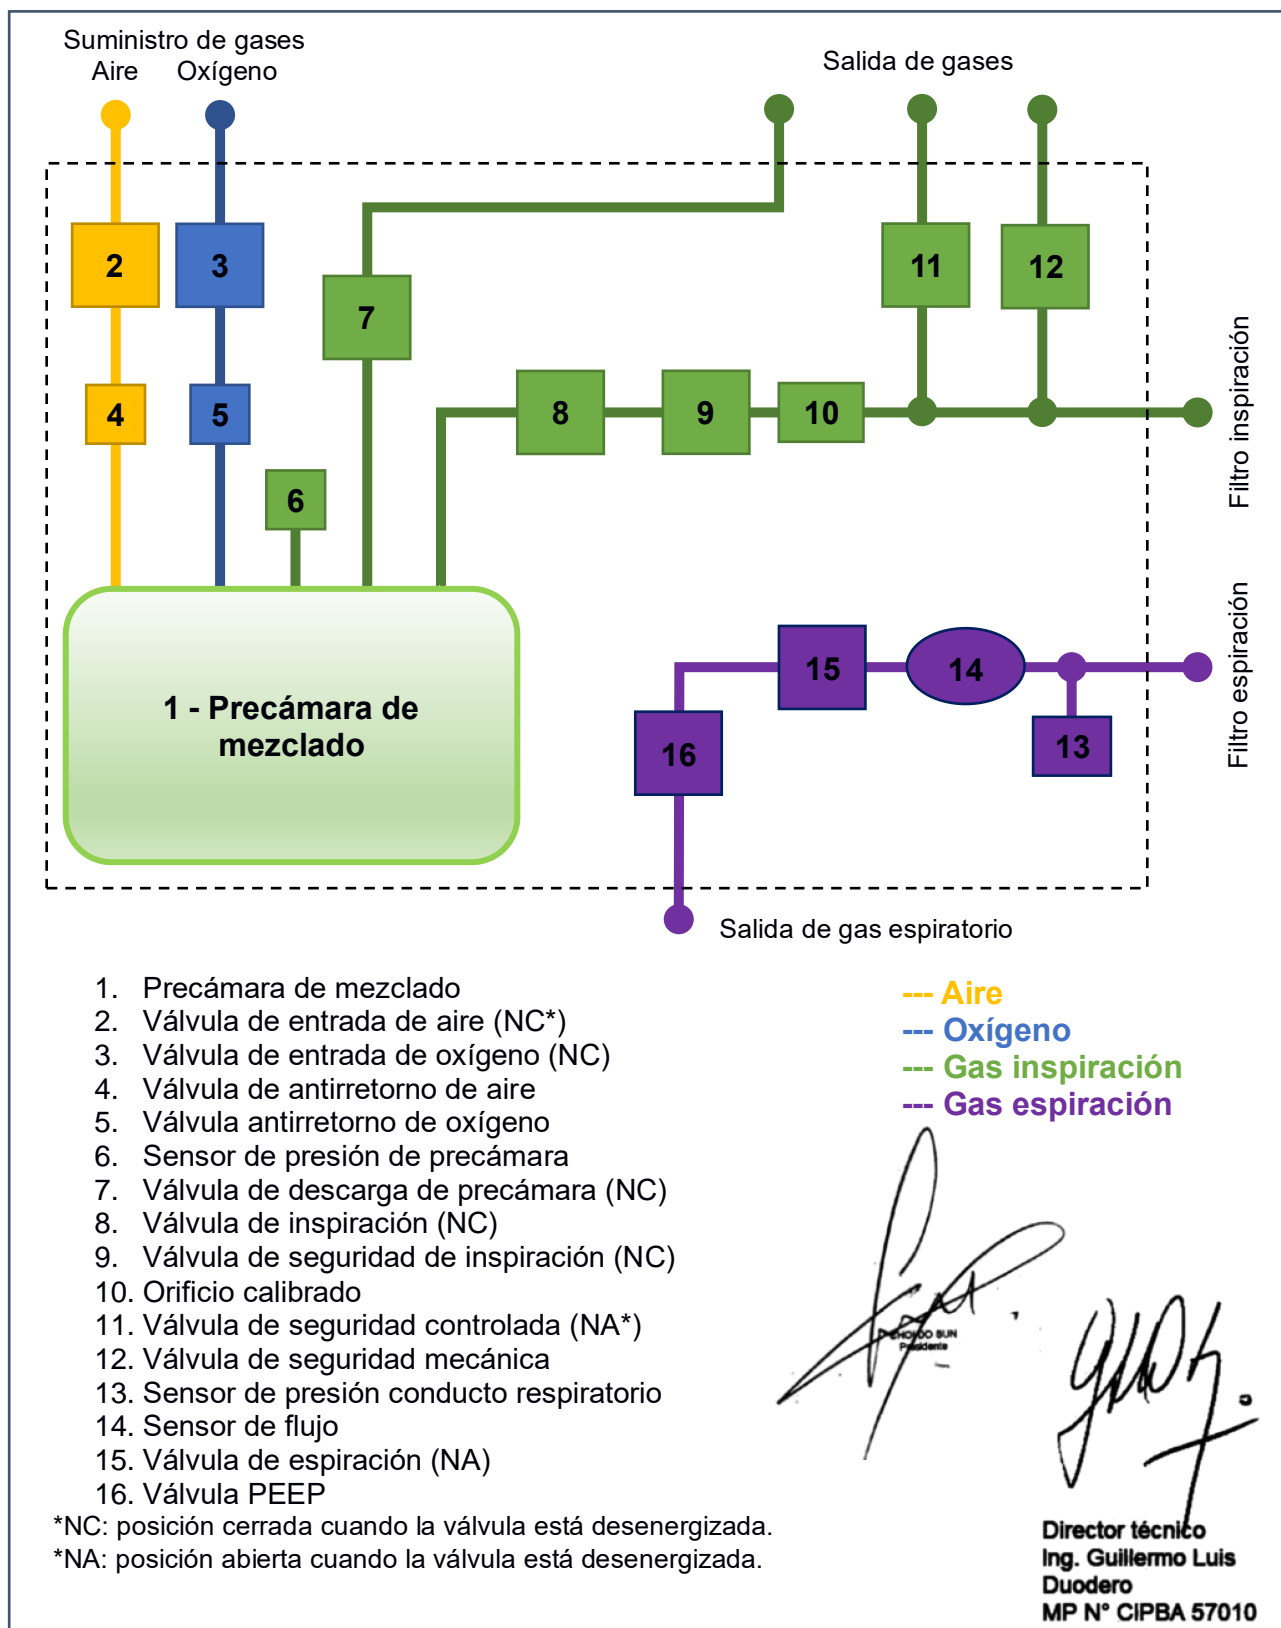

Figura 3. Diagrama del circuito neumático del equipo
Tal como se muestra en la Figura 3, el equipo posee una precámara de volumen constante (1) que se recarga con oxígeno y/o aire proveniente del suministro a través de las válvulas (2) y (3). La presión de dicha precámara es controlada en lazo cerrado por la CPU del sistema. El porcentaje de oxígeno deseado en el gas inspiratorio se logra en esta precámara, que sirve a la vez de reservorio de la mezcla. La CPU controla el tiempo de activación de las válvulas antes mencionadas para lograr porcentaje de oxígeno deseado. El porcentaje de oxígeno deseado es un parámetro elegido por el usuario.
- Una válvula de seguridad mecánica funciona como válvula de alivio y ventea a la atmósfera (Figura 3, válvula (12)).
- Una válvula de seguridad controlada que conmutando ventear a la atmósfera (Figura 3, válvula (11)).